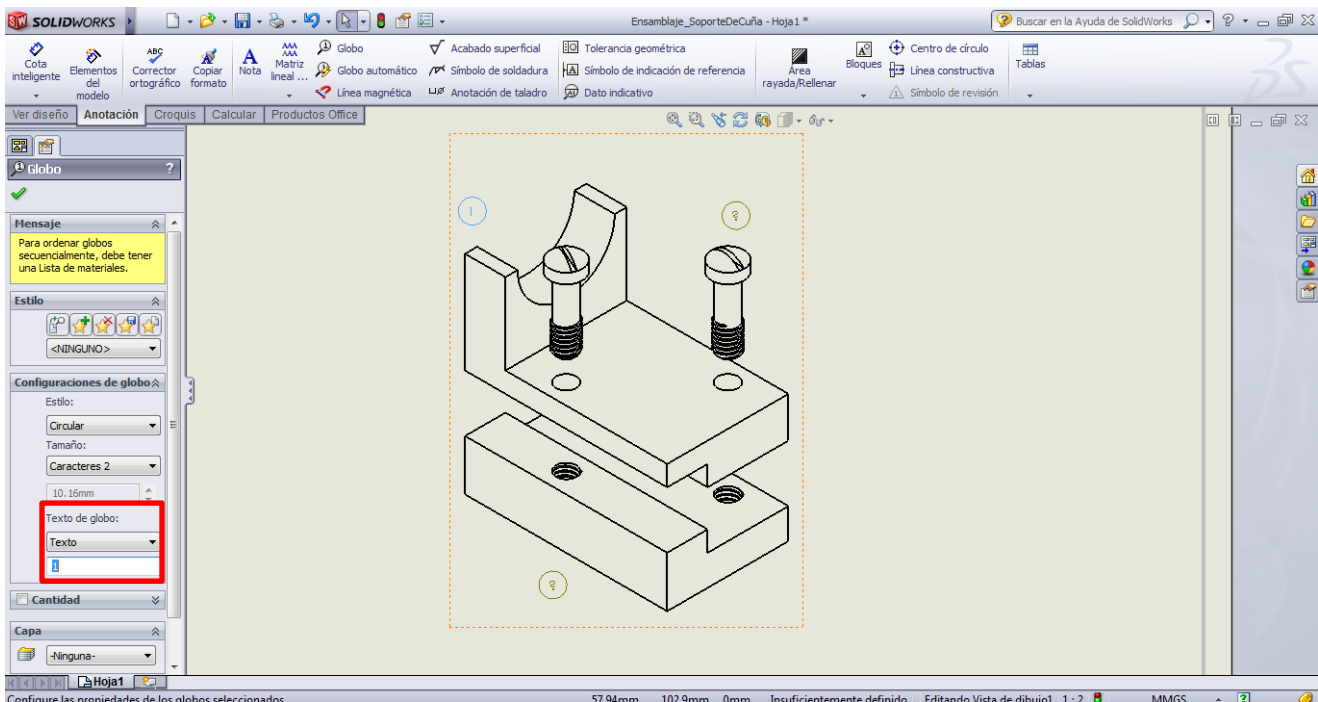

Figura 84. Identificación de las piezas del ensamblaje.
- a) Ubique el globo cerca de una pieza y, en la ventana que aparece del lado izquierdo, edite el contenido del globo. En la Figura 84 se muestra este paso del procedimiento. Coloque el número 1 en el globo para identificar a la primera pieza.